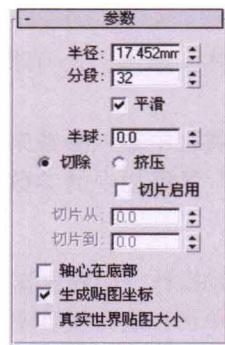

图1.29
- 01 在视图中选中“球体”，单击[修改]【修改】选项卡后，进入“修改”命令面板，该面板中的“参数”卷展栏如图1.29所示。